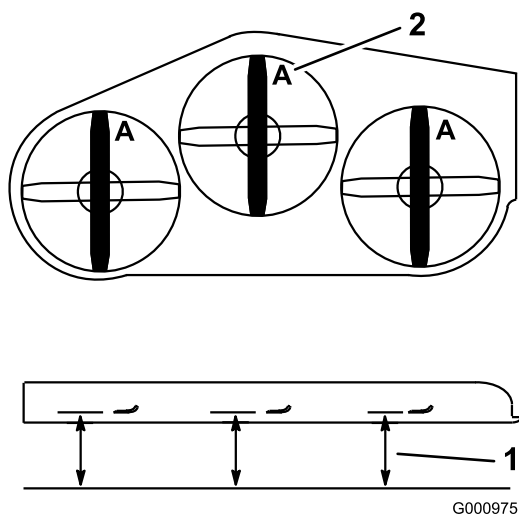

Figura 90
3. Girate le lame fino a disporle in parallelo con la lunghezza della macchina (Figura 90). Misurate da un piano orizzontale fino al tagliente delle lame, posizione A, (Figura 90). Prendete nota di questa misura.